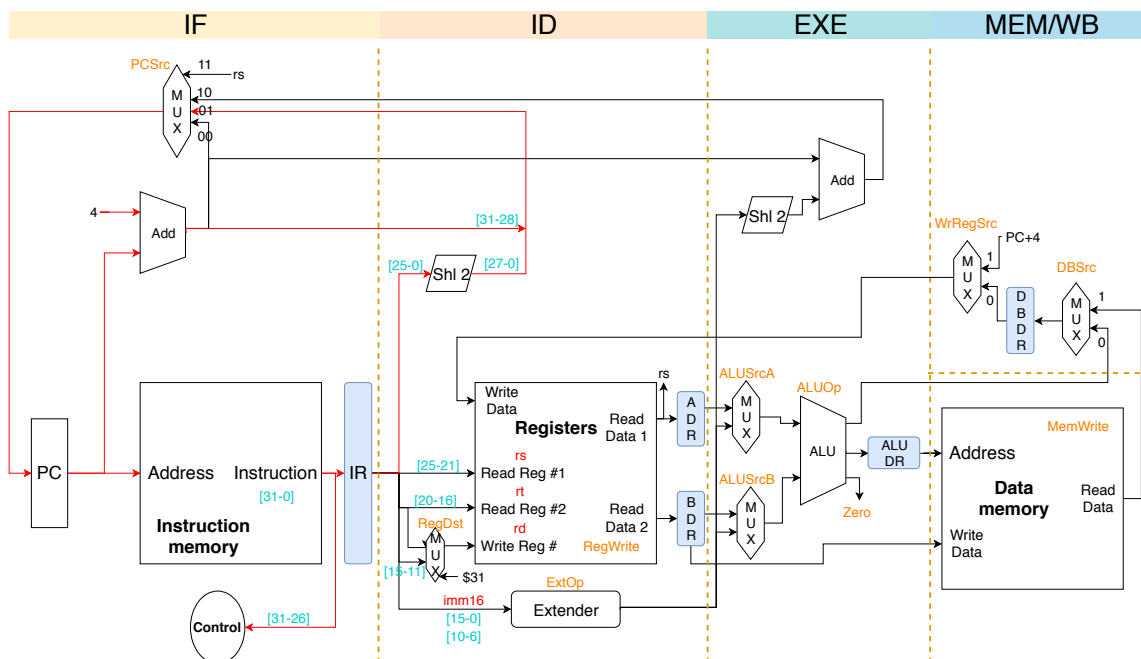
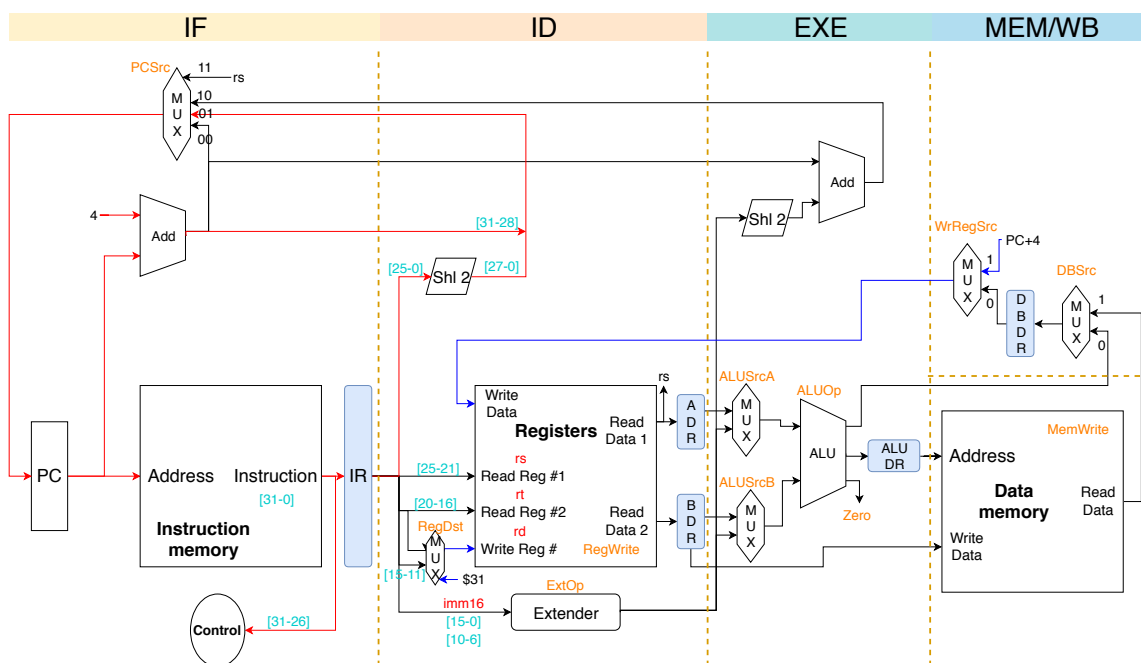

图 10: jal通路
图 11: jalr通路
2. j/jal为j类型。j见图10，执行阶段直接对指令的低26位左移2位，补上PC+4的高4位，得到跳转地址，更新PC。jal的情况类似，见图11，但注意需要将原来的PC+4写入31号寄存器，以便函数调用后返回。